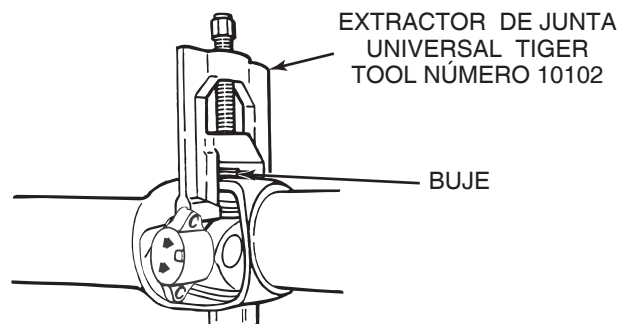

Figura 5.1
3. Retire el primero rodamiento. Si es necesario, use un extractor de rodamiento para retirar la copa de rodamiento del orificio del yugo. Figura 5.1.